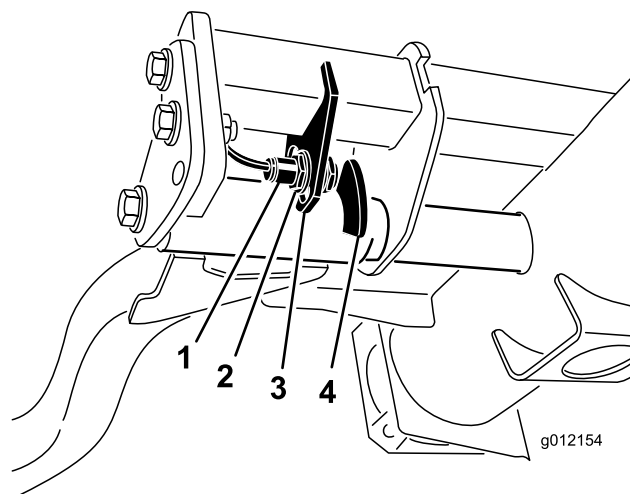

Figure 31
2. Le contacteur des bras de relevage se trouve sous le réservoir hydraulique, derrière le bras de relevage avant droit (Figure 31).
3. Desserrez les vis de fixation du contacteur (Figure 31) et abaissez le contacteur pour augmenter la hauteur du changement de direction des bras de relevage ou élevez-le pour réduire la hauteur du changement de direction. Serrez les vis de fixation.